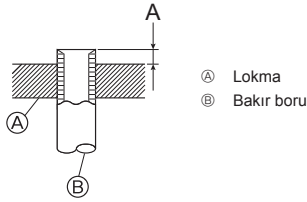

Fig. 4-9
- Gaz tarafı boruları bağlamak için aşağıdaki prosedürü kullanın. (Fig. 4-9)
- Temin edilen (A) Birleştirme borusunu dış ünite ile yerel olarak temin edilen lehim malzemeleri kullanarak ve (B) Yerel boruyu oksijensiz lehim yapın.
- (C) Birleştirme borusunu gaz tarafı Kesme valfine bağlayın.
Tablo 3 (Fig. 4-9)